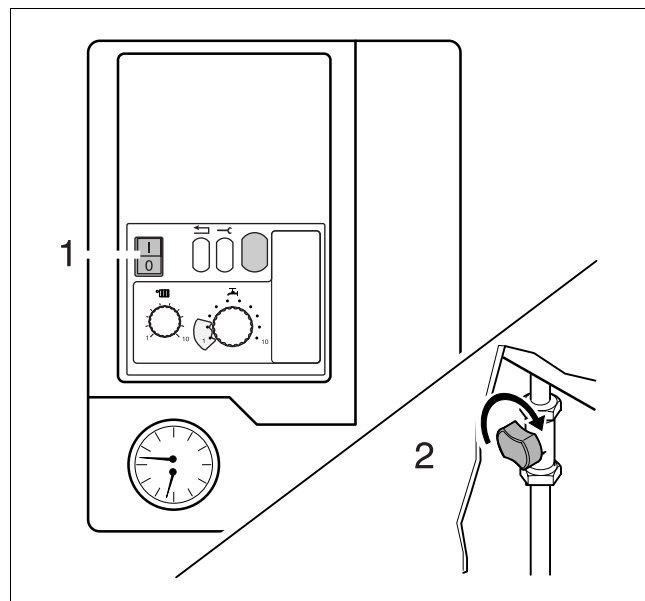

Fig. 3 Întrerupător de rețea, robinet de gaz
- Întrerupătorul de rețea (fig. 3, poz. 1) se trece în poziția "0".
- Se închide robinetul de gaz: se rotește spre dreapta (fig. 3, poz. 2).